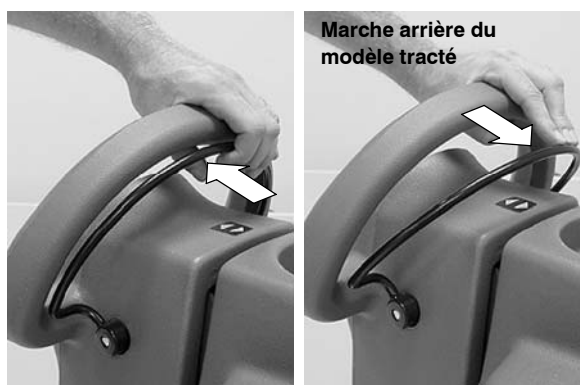

FIG. 17
6. Tirez vers l'arrière la protection de démarrage de la poignée de commande pour démarrer le brossage (Figure 17). Le modèle tracté avance automatiquement. Pour inverser la marche du modèle tracté, il suffit de pousser vers l'avant la protection de démarrage de la poignée de commande.